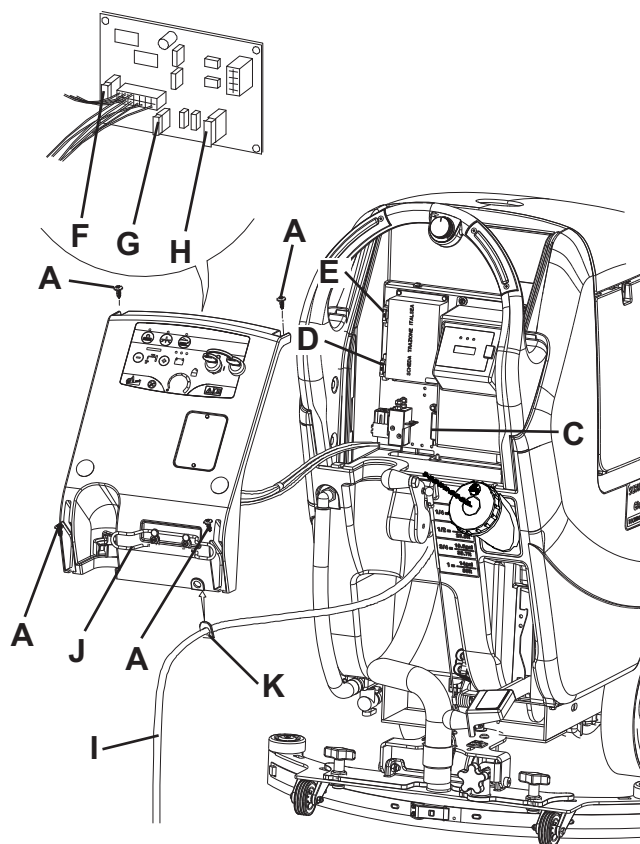

Afbeelding 9
2. Zet de contactsleutel (80) in de stand '0'.
3. Open de afdekking (A, Afb. 9) in de stand voor spoelen (L).
4. Reinig en spoel de afdekking (A), de tanks (B en C) en het aanzuigrooster met automatische sluiting met vlotter (D) met schoon water.